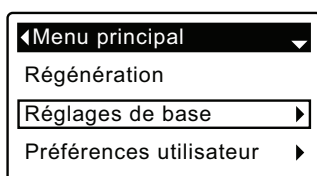

FIG. 36
1. À partir d'un écran d'état dynamique, appuyez sur le SÉLECTEUR (O) pour afficher le **Menu principal**.
2. Appuyez sur le bouton BAS (▼) pour faire défiler les options du menu et mettre en évidence **Réglages de base** (cf. Figure 36).